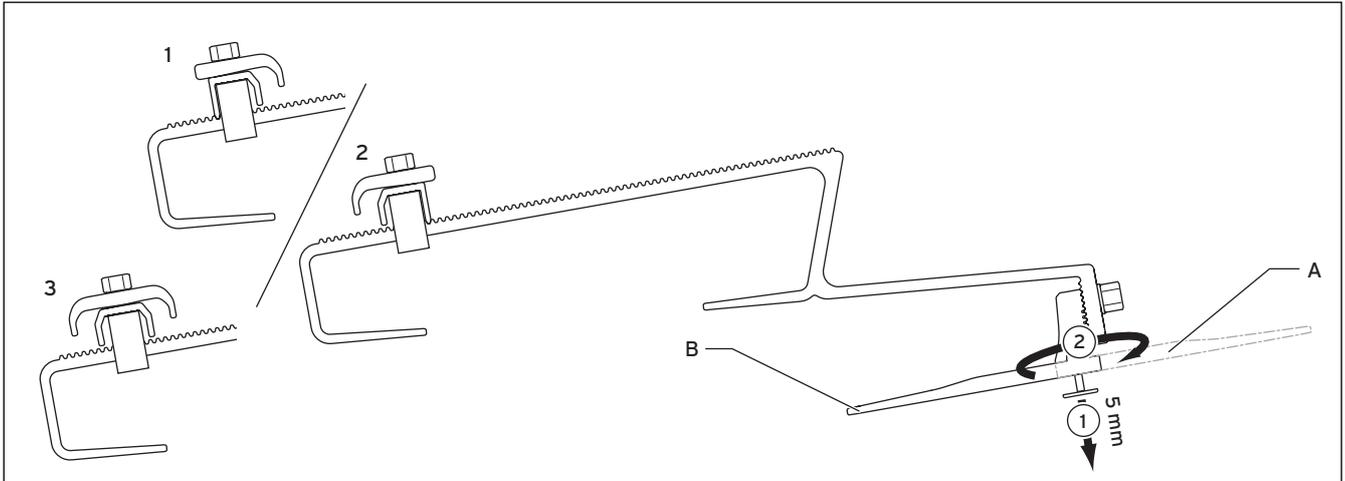

Abb. 6.3 Dachanker Typ P
2. Positionieren Sie den Dachanker. Achten Sie dabei auf die korrekte Position des oberen und unteren Dachankers (siehe Abb. 6.3).
3. Hängen Sie den Dachanker an der Dachlatte ein. Achten Sie dabei auf die korrekte Position des oberen und unteren Dachankers (siehe Abb. 6.3).
4. Positionieren Sie die mittlere Mutter so, dass sich nach Aufstecken des Ankeroberteils der vordere Auflagebereich auf der Dacheindeckung aufliegt. Achten Sie dabei auf die korrekte Position des oberen und unteren Dachankers (siehe Abb. 6.3).